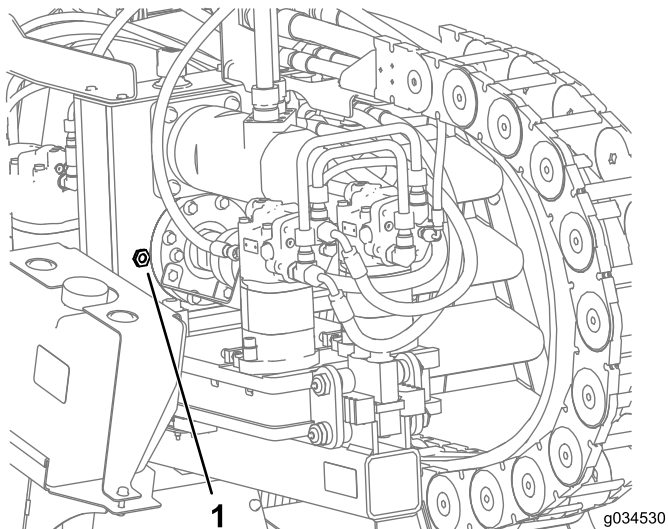

Figura 134
2. Compruebe el nivel de aceite de la mirilla de la transmisión de la caja de engranajes (Figura 134).
3. Retire el tapón del respiradero y coloque aceite en la transmisión de la caja de engranajes hasta que el nivel de aceite en la mirilla esté al menos lleno hasta la mitad (Figura 134).
6. Coloque aceite en la caja de engranajes hasta que el nivel de aceite en la mirilla esté a más de la mitad (Figura 134).